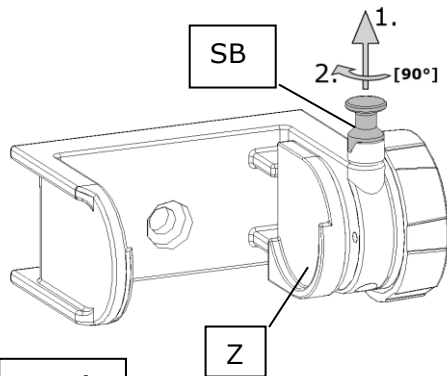

рис. 1
Размольные стаканы, заполненные размольными шарами и материалом для измельчения **Z** установить в зажимное приспособление и затянуть. **рис. 1/2**
- Фиксатор **SB** потянуть вверх, вынуть из паза и повернуть на 90°. **рис. 1/2**
- Маховик **HD** вращать против часовой стрелки до достижения максимальной величины зажима. **Рис. 1/2**